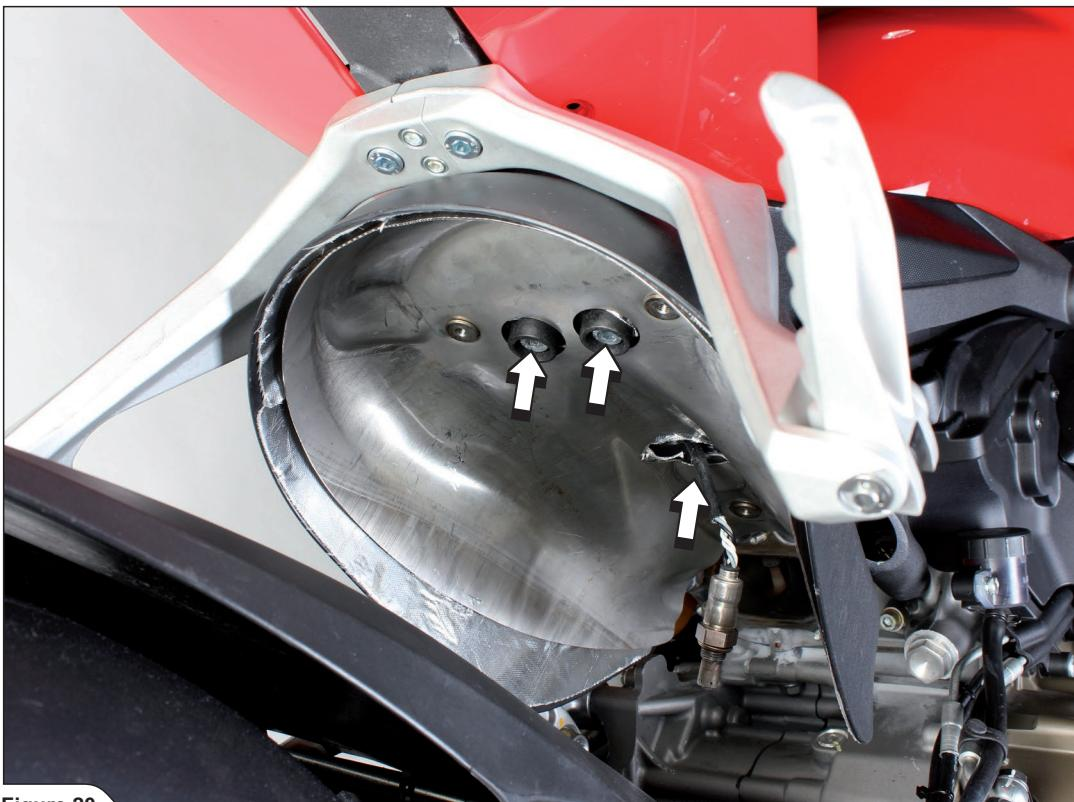

Figure 20
16. 図に示すボルトを緩めて外し、ヒートガードを取り外します（図 20）。パッセンジャーフットペグなしで使用するタイプのみ：車両からパッセンジャーフットペグを外します。